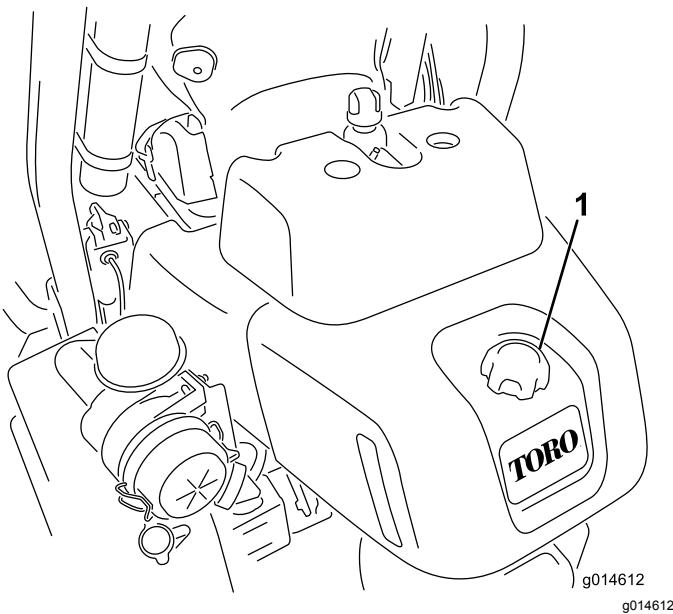

Bild 29
1. Reinigen Sie den Bereich um den Tankdeckel (Bild 29).